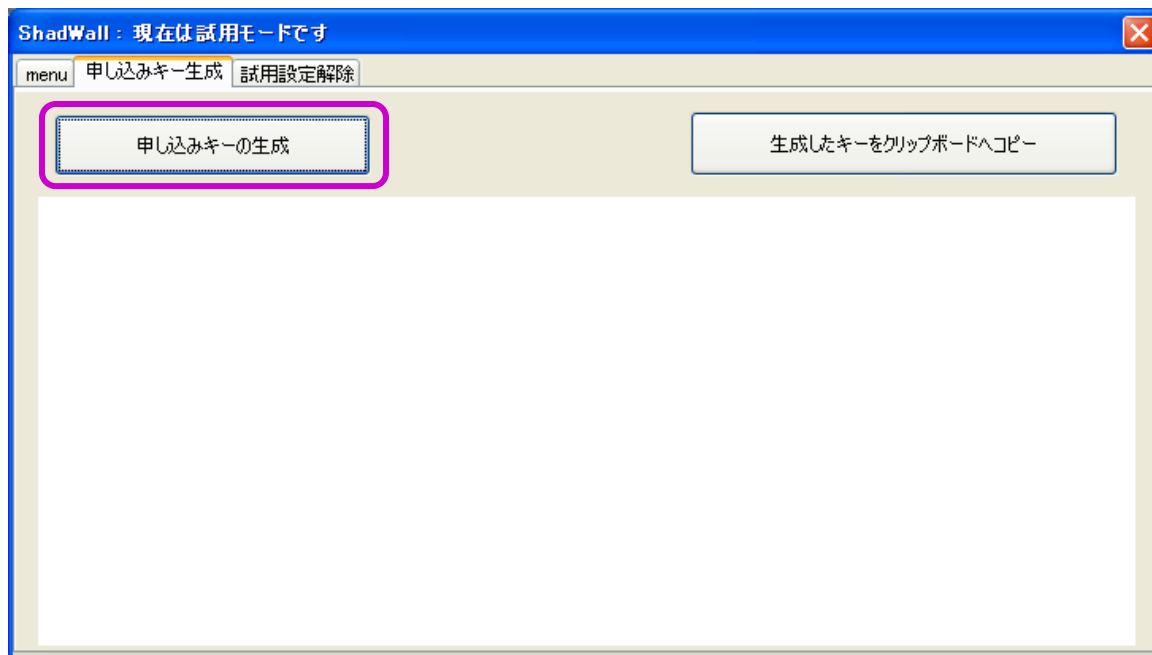

図 4-2 購入申し込みキー生成画面(ボタンをクリックする前)
(2)図4-2の画面に切り替わります。ここで、“申し込みキーの生成”を左クリックします。